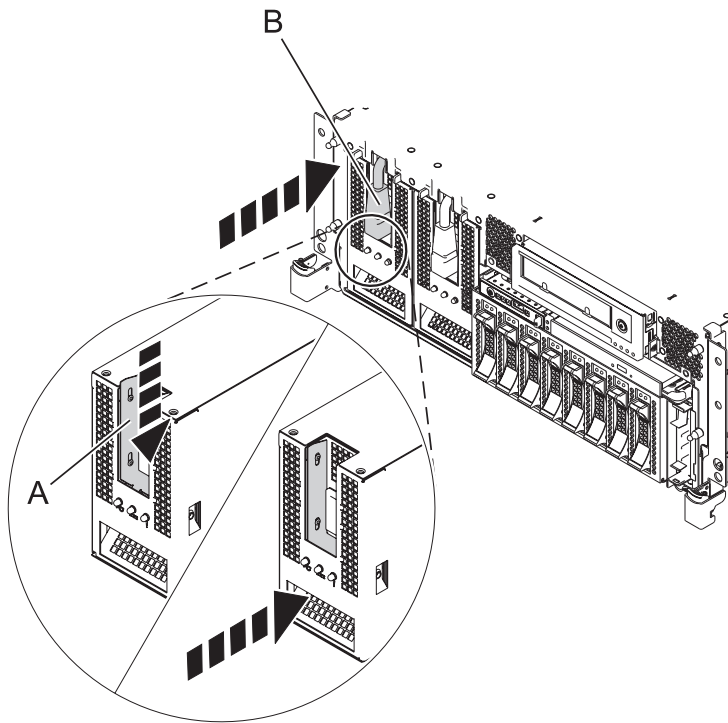

Figure 4. Remplacement d'une alimentation électrique
- Enfoncez l'alimentation électrique (**A**) jusqu'à ce que le taquet de verrouillage s'emboîte dans son logement comme indiqué à la figure 4.